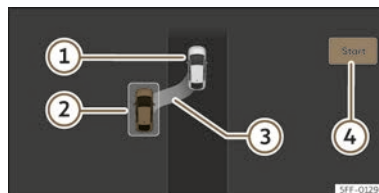
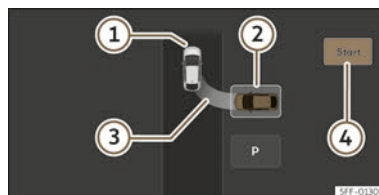

Abb. 162 Am Bildschirm des Infotainment-Systems: Position zum Längseinparken.
Abb. 163 Im Bildschirm des Infotainment-Systems: Position zum Quereinparken.
>>> (Abb. 162), >>> (Abb. 163)
- ① Eigenes Fahrzeug
- ② Erkannte Parklücke
- ③ Anzeige des vorgeschlagenen Einparkzugs
- ④ Einparkmanöver einleiten
• Prüfen Sie anhand der Anzeige im Bildschirm des Infotainment-Systems, ob die Parklücke als „geeignet“ erkannt wurde und ob die korrekte Position zum Einparken erreicht wurde >>> (Abb. 162), >>> (Abb. 163). Halten Sie das Fahrzeug an und befolgen Sie die Anweisungen im Infotainment.
• Fahrzeug anhalten, bremsen und nach einer kurzen Wartezeit Funktionsfläche **Start** ④ im Infotainment-System antippen.